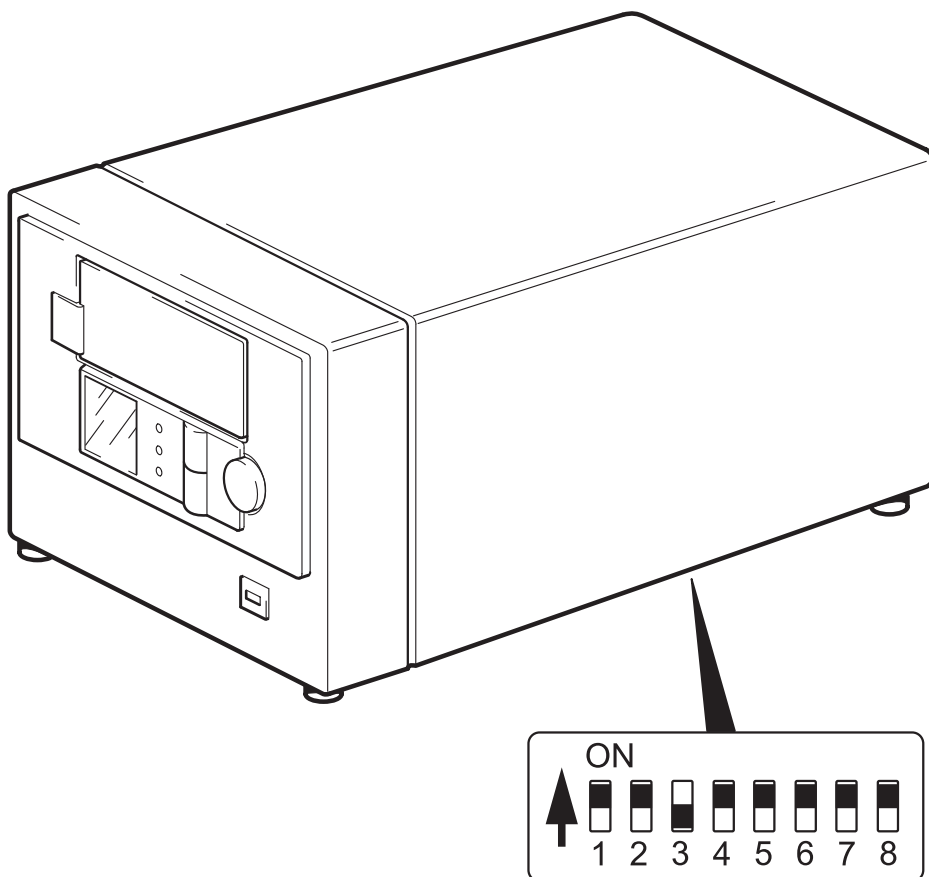

Figura 5: impostazione degli switch di configurazione UNIX
- 2 Se la configurazione UNIX lo richiede, modificare le impostazioni predefinite degli switch di configurazione situati nella parte inferiore del caricatore come illustrato nella figura 5.